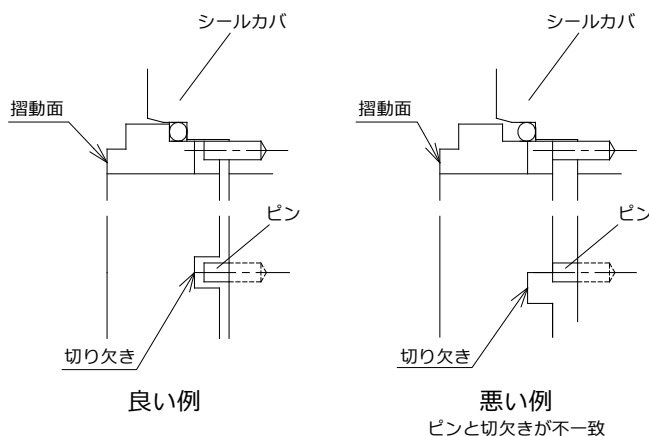

図 6.6-2 ピンと切り欠きの相対位置
- (1) シート(4750.M1)にOリング(4120.M1)を挿入し、シールカバ(4710)に押し込んでください。この時、シートの摺動面に傷を付けないように注意してください。また、シートの回り止め用切り欠きピン(5600)の位置に注意し、挿入後もピンと切り欠きが合っているか、シートが傾いて挿入されていないか確認してください。(図6.6-2参照)